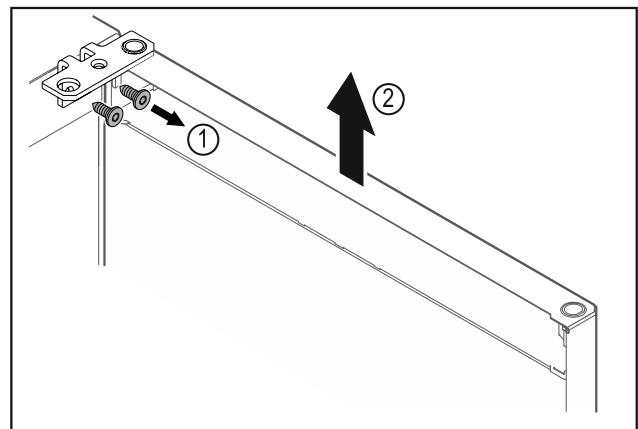

Fig. 12
- ▶ Відкрутити шарнірний кутик Fig. 12 (1).
- ▶ Дверцята з шарнірним кутиком Fig. 12 (2) приблизно на 200 мм прямо підняти вгору і зняти.